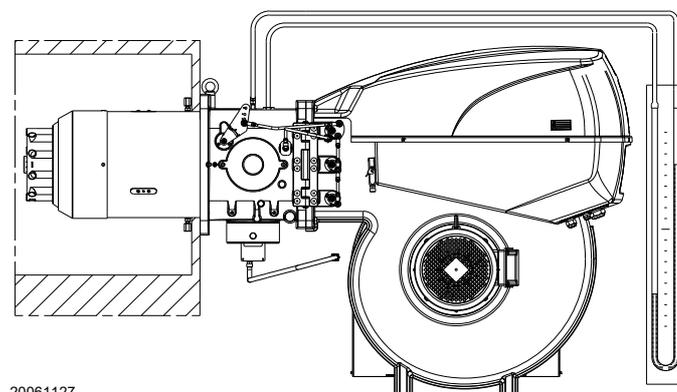

Abb. 29
- Montieren Sie ein U-Rohr-Manometer oder einen Differentialdruckmesser (Abb. 29), mit Entnahmestelle (+) am Gasdruck der Muffe und (-) in der Brennkammer. Damit soll annäherungsweise die Höchstleistung des Brenners ermittelt werden.
Das U-Rohr-Manometer (Abb. 29) zeigt den Gaseintritt an der Muffe an.